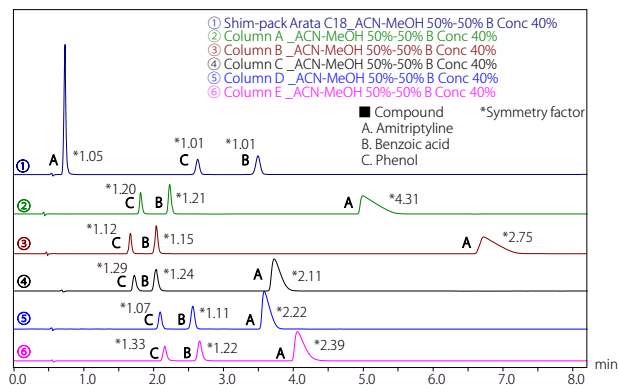
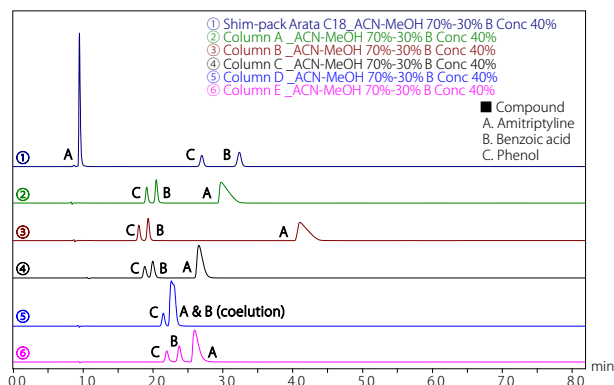

図2 各カラムで得られたクロマトグラム
図3 各カラムで得られたクロマトグラム
図2に、有機系移動相中のアセトニトリル比率が50%、初期濃度が40%の条件で得られたクロマトグラムの一覧を示します。Shim-pack Arata C18はAmitriptyline（ピークA）に関して、優れたピーク形状（シンメトリー係数：1.05）を有する一方、その他のカラムはシリカゲル充填剤表面のシラノール基との相互作用によるピーク対称性の悪化（シンメトリー係数：2.11~4.31）が見られました。また、Benzoic acid（ピークB）及びPhenol（ピークC）に対して、Shim-pack Arata C18はその他のカラムと同等以上のピーク対称性を示しました。加えて、Shim-pack Arata C18は、塩基性化合物の溶出が早く、また酸性化合物の溶出が遅い特性があり、その他のカラムと比較して、異なる分離選択性を有することが分かりました。Shim-pack Arata C18は、このようなユニークな分離選択性を有するため、有機系移動相のアセトニトリル比率を増加させ、分析時間を短縮した場合でも、良好な分離を維持することが可能です（図3）。
図3に、有機系移動相中のアセトニトリル比率が70%、初期濃度が40%でのクロマトグラムを示します。図2と比較すると、アセトニトリル比率の増加により、②~⑥のカラムにおいて、Benzoic acid（ピークB）とPhenol（ピークC）の分離の悪化が見られる一方、Shim-pack Arata C18は良好な分離を維持しています。このように、Shim-pack Arata C18は、その他のC18カラムに比べて塩基性化合物の優れたピーク形状及び、ユニークな分離選択性を生かした分離改善が期待できます。